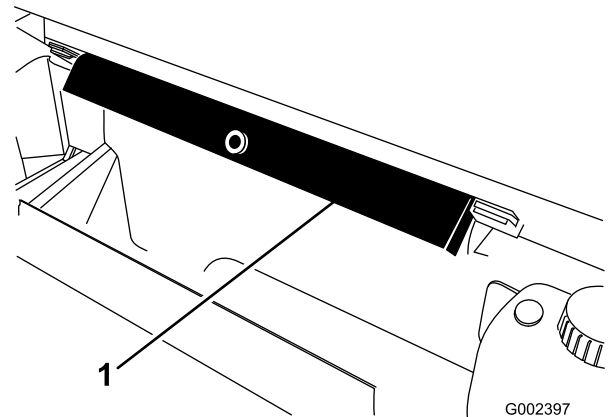

Figure 6
6. Sortez la béquille de sécurité des supports de rangement au dos de l'arceau de sécurité (ROPS) (Figure 6).